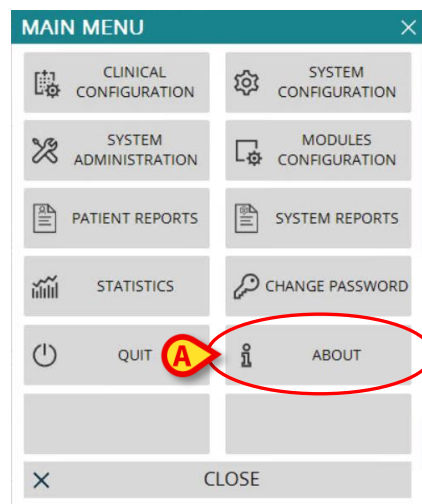

Fig. 9
Herefter åbnes en menu med forskellige funktioner (Fig. 9).
- Klik på **Om** knappen i menuen (Fig. 9 **A**).